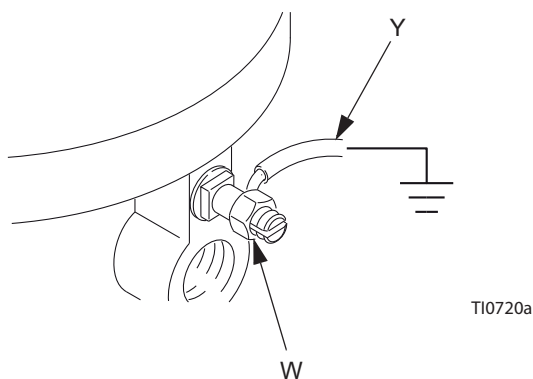

Рис. 1. Провод заземления
Насос: Используйте зажим и провод заземления (Y). См. Рис. 1. Ослабьте стопорную гайку (W) наконечника провода заземления и шайбу. Вставьте один конец провода заземления в паз наконечника и надежно затяните стопорную гайку. Соедините зажим заземления с точкой истинного заземления.